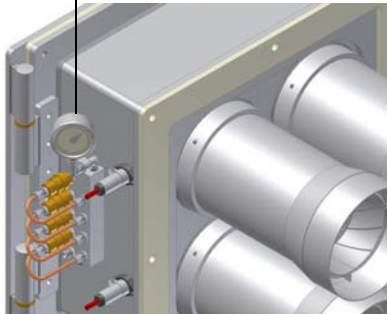

Рис. 20
- 10 Давление питания форсунки уже отрегулировано заранее на заводе-изготовителе и не должно изменяться. Только в случае необходимости, отрегулировать давление питания (см. таблицу на стр 12) следующим образом: установить манометр в положение, указанное на Рис. 20, воздействовать на регулировочный винт **VR** насоса (см. Рис. 19) ;